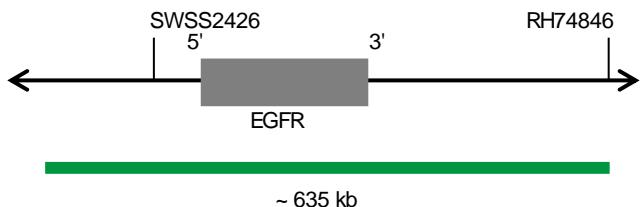

Fig. 1: SPEC EGFR Mapa da sonda (sem escala)
- Polinucleótidos (~10 ng/μl) com marcação ZyGreen (excitação 503 nm/emissão 528 nm), dirigidos ao mapeamento de sequências alvo em 7p11.2\* (chr7:54,912,555-55,548,375) contendo o gene EGFR (ver Fig. 1).